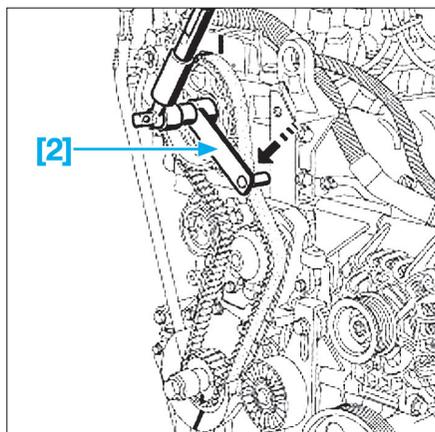

Fig. 28
- [2]. Outil de précontrainte de courroie de distribution (Réf. Renault : Mot. 1501) (Fig.28).
- Mettre en place l'outil de précontrainte de la courroie de distribution [2] sur le pignon d'arbre à cames (Fig.28).